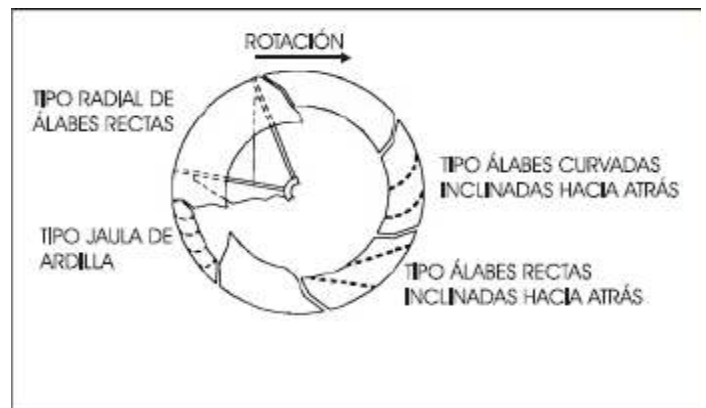

Figura 6. Dirección de rotación del rodete de acuerdo al tipo de álabes.
- b. Compruebe que el rodete gire en la dirección correcta (ver dirección de flecha indicada en la carcaza)(Véase la figura 6).